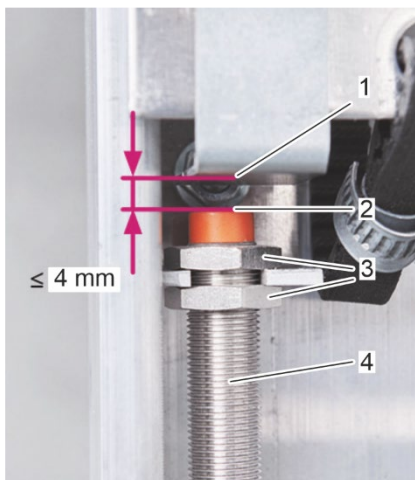

Abbildung 37: Maximaler Schaltabstand
2. Achten Sie darauf, dass der maximale Schaltabstand von 4 mm zwischen dem Annäherungssensor (Abbildung 37/2) und dem Reinigungsschlitten (Abbildung 37/1) eingehalten wird. Andernfalls stellen Sie den Abstand zwischen dem Annäherungssensor (Abbildung 37/2) und dem Reinigungsschlitten (Abbildung 37/1) mit Hilfe des Gewindes (Abbildung 37/4) und der Muttern (Abbildung 37/3) am Annäherungssensor ein.